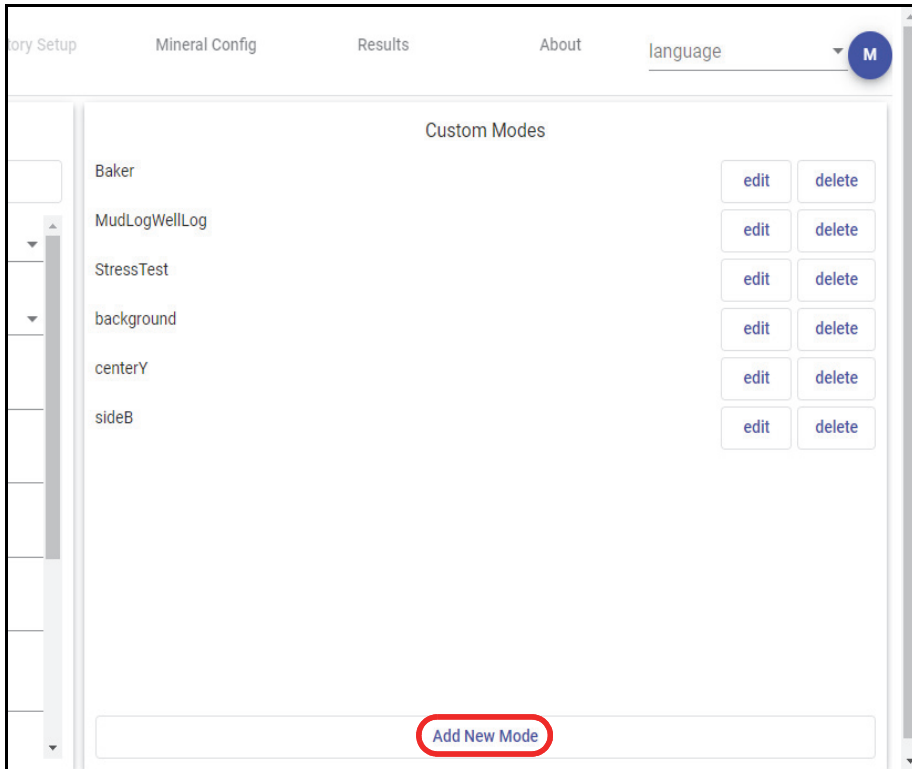

Рис. 5-12 Кнопка Add New Mode (Доб. новый режим)
1. Внизу диалогового окна Custom Modes (Польз. режимы), щелкните **Add New Mode** (см. Рис. 5-12 на стр. 84), чтобы открыть окно Add New Mode (Добавить новый режим).